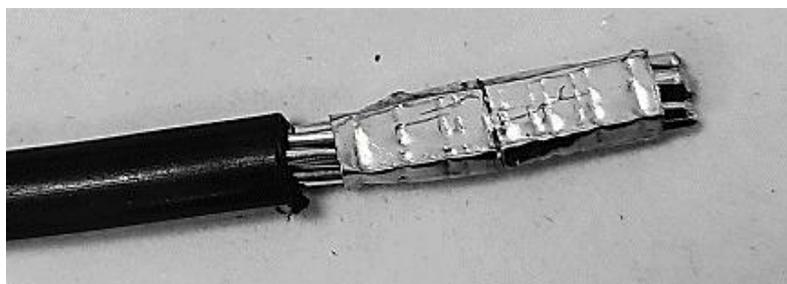

Рисунок 4А – Пример обжатия многожильного провода типа СИП
- 5.4 Обжать конец провода наконечником, рекомендуемая форма обжатия – квадрат или прямоугольник (рисунок 4А), рекомендуемый инструмент для обжатия - кримпер.